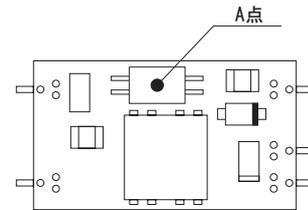

図7.1 強制通風時の温度測定箇所
①SU1R5
■強制通風時（1m/s）は、図7.1のA点の温度が105℃以下となるように通風して、ご使用ください。